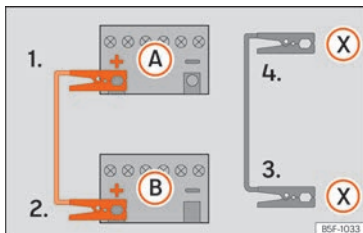

Abb. 83 Anschlusschema für Fahrzeuge mit Start-Stopp-System.
- 4b. Bei Fahrzeugen mit Start-Stopp-System: ein Ende des schwarzen Starthilfekabels (X) an einen geeigneten Masseanschluss, ein massives, fest mit dem Motorblock verschraubtes Metallteil oder an den Motorblock selbst anklemmen » » **Abb. 83.**
5. Klemmen Sie das andere Ende des schwarzen Starthilfekabels (X) im Fahrzeug mit der entladenen Batterie an ein mit dem Motorblock verschraubtes, massives Metallteil oder an den Motorblock selbst, aber so weit wie möglich von der Batterie (A) entfernt an.